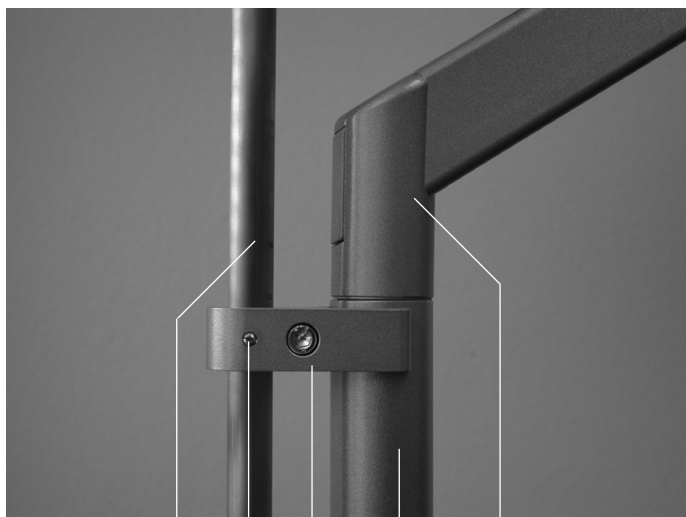

Fig. 61
Étapes du montage (voir Fig. 61 à 62)
- J02 Fixer la pièce de serrage [52] sur le tube vertical [SR] du luminaire (voir Fig. 61).
Remarque : Il est recommandé de poser la pièce de serrage supérieure [52] directement en-dessous du bras porteur [TA] sur le tube vertical [SR] (voir Fig. 61).